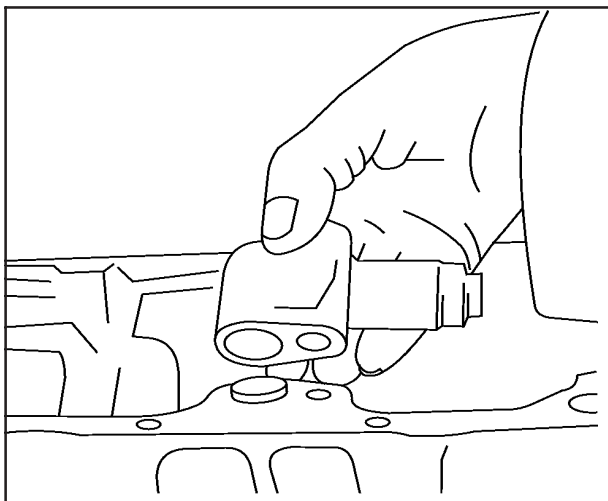

FIG 13
6. Monte a válvula de alívio no anel guia, sem aperto no parafuso, **Fig. 13.**